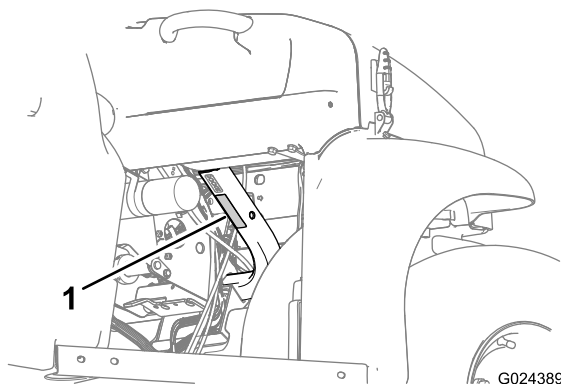

図 18
- 荷台に積むことのできる重量を守ってください。これらについては、**仕様 (ページ 16)** に記載してあります。また、車両最大定格総重量は機体の銘板に表示してあります **図 18**。